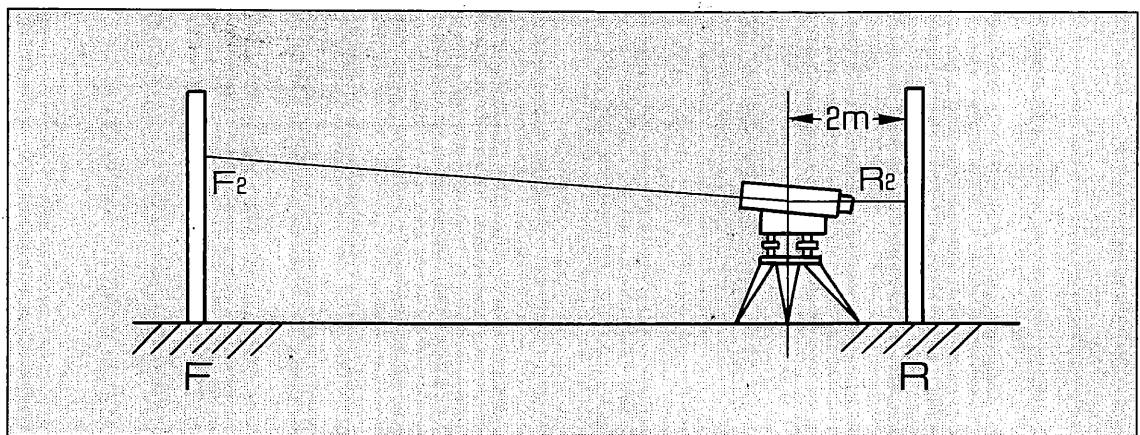

図10
- ③ 本機を移動し、一方の標尺から約2mの距離に整置し直し、前後の標尺の視準する点をそれぞれ読み取ります。この読みを F_2 および R_2 とします。(図10)